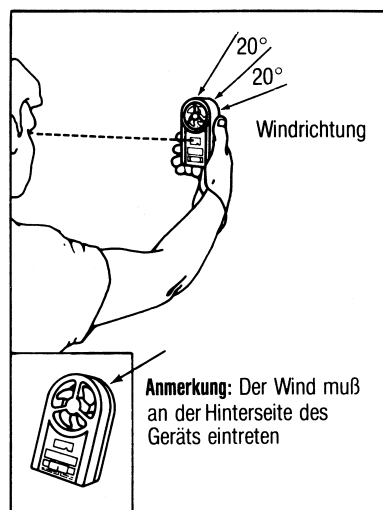

Abbildung 2
- Bestimmen Sie die ungefähre Windrichtung aus der Bewegung von Fahnen, Wolken, Drachen, Windsäcken usw. Halten Sie das Turbo Meter so, daß der Wind es wie in Abb. 2 gezeigt durchströmt. Um optimale Ergebnisse zu erzielen, versuchen Sie bitte, die Achse der Turbine in einem Winkel kleiner als 20° zur Windrichtung zu halten.